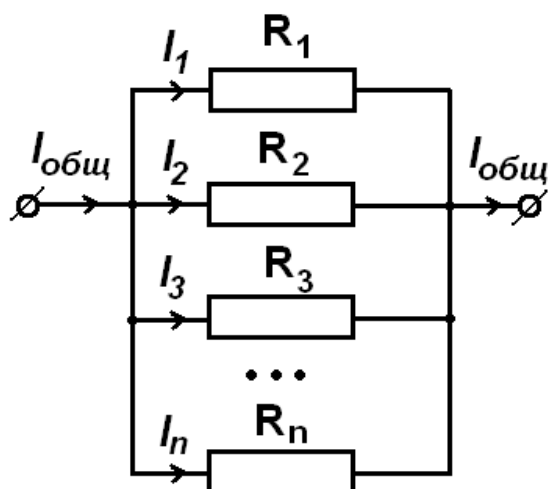

Рис. 4. Параллельное соединение проводников
**Параллельное соединение проводников** изображено на рис. 4.